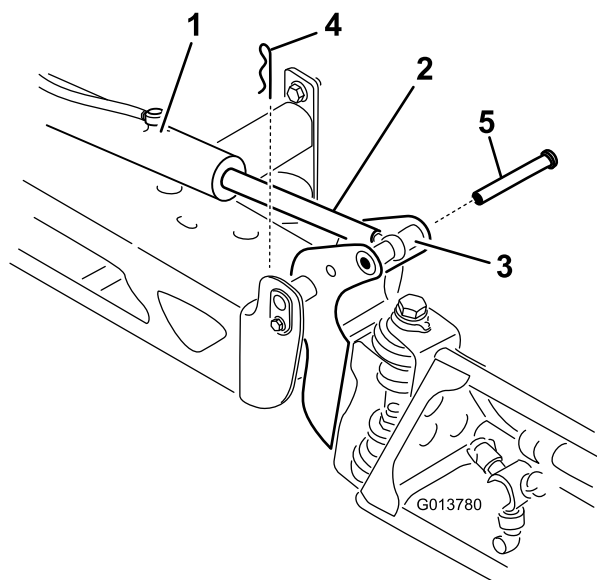

Figure 107
- Retirez la goupille fendue de l'axe de chape (Figure 107).
- Levez la section, retirez l'axe de chape et abaissez lentement la section au sol (Figure 107).
7. Tout en soutenant la section de pulvérisation, insérez l'axe de chape dans le pivot de rampe et la tige de vérin (Figure 107).